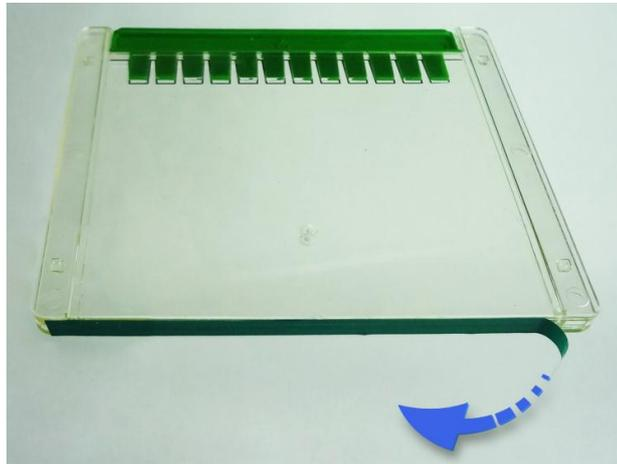

图 1. 撕下胶板底部胶带
2. 将 ExpressPlus™ 预制胶从包装袋中取出, 撕掉胶板底部的胶带(见图 1)。